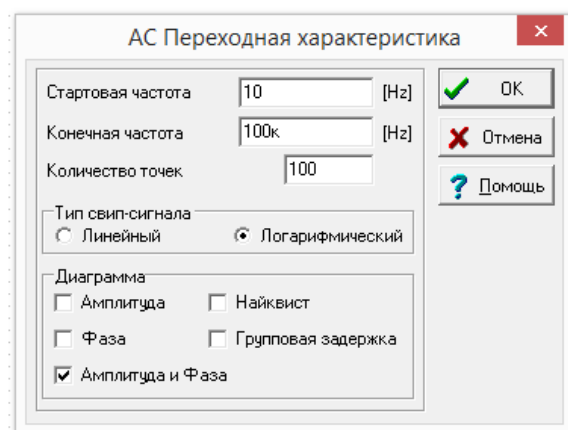

Рисунок 4.19 – Окно настройки многовариантного задания
12. Исследовать амплитудно-частотные и фазо-частотные характеристики транзисторного усилителя в режиме холостого хода. Ключ 2 разомкнуть. В главном меню выбираем *Анализ – Анализ переменного тока – Переходные характеристики переменного тока*. Частота меняется от 10 Гц до 100 кГц, масштаб логарифмический (рисунок 4.19). В меню *Диаграмма* установить метку *Амплитуда и фаза*. Получим искомые амплитудно-частотные и фазо-частотные характеристики транзисторного усилителя в режиме холостого хода (рисунок 4.20).